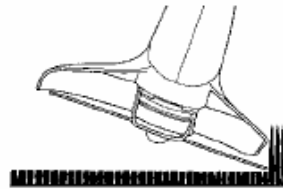

Fig. 16
2. **RECORTE MÁS CERCANO** (Fig. 16). Ponga el recortador en posición recta con una pequeña inclinación de manera tal que la parte inferior del cabezal de hilo se encuentre por sobre el nivel del piso y el contacto con la cuerda ocurra en el punto de corte adecuado. Siempre realice este corte lejos del operador. No acerque el recortador al operador.